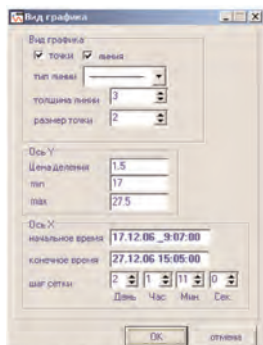

Рис.19
- **кнопка вид графика** - выводит диалоговое окно (рис. 19), которое позволяет изменять отображение графика точками и линией (при этом можно задавать толщину линии и размер точек), изменять цену деления по осям, перенести точку начала отсчета для наглядности общего вида графика.